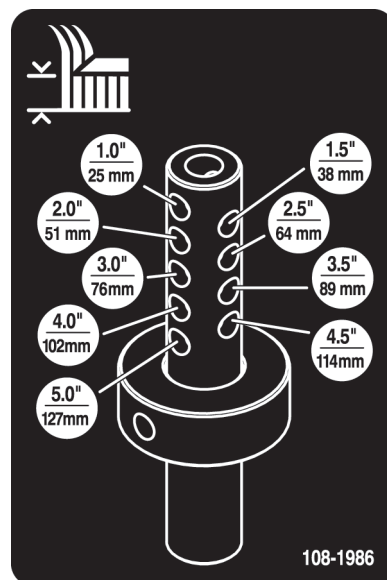

図13
6. 刈高ロッドについている刈高穴から希望する刈高を選び、そこに刈高カラーをセットする（図13）。